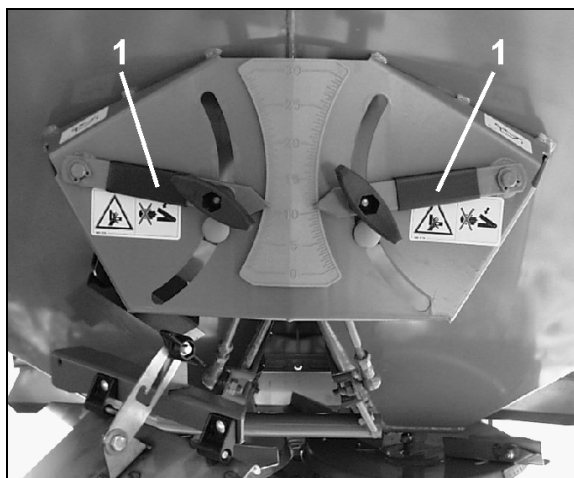

Fig. 98
2. Indstil spjældstilling 11 via indstillingsgrebet (Fig. 98/1).